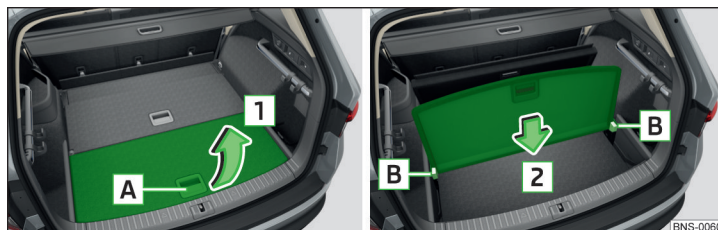

Fig. 158 Compartimentarea portbagajului
- » Pentru **divizarea** portbagajului, ridicați placa posterioară a podelei de încărcare variabile de mânerul **A** în sensul săgeții **1** și introduceți-o în canelurile aflate în spatele elementelor de ghidare **B** în sensul săgeții **2** » fig. 158.